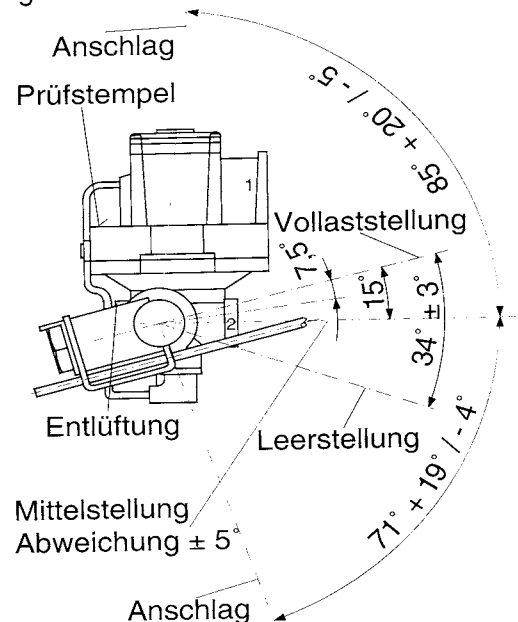

Abb. 1
- 2.1 Den Betätigungshebel von Anschlag zu Anschlag bewegen (siehe Abb. 1).
- 2.2 Der Betätigungshebel muß aus der "Mittelstellung" (0°) heraus einen Weg in Richtung "Vollaststellung Anschlag" von  $85^\circ + 20^\circ / - 5^\circ$  und in Richtung "Leerstellung Anschlag" von  $71^\circ + 19^\circ / - 4^\circ$  erreichen (siehe Abb. 1). Bei der Betätigung des Hebels aus der "Mittelstellung"  $\approx 15^\circ$  in Richtung "Vollaststellung" und  $\approx 35^\circ$  in Richtung "Leerstellung", muß ein leichter Widerstand überwunden werden.